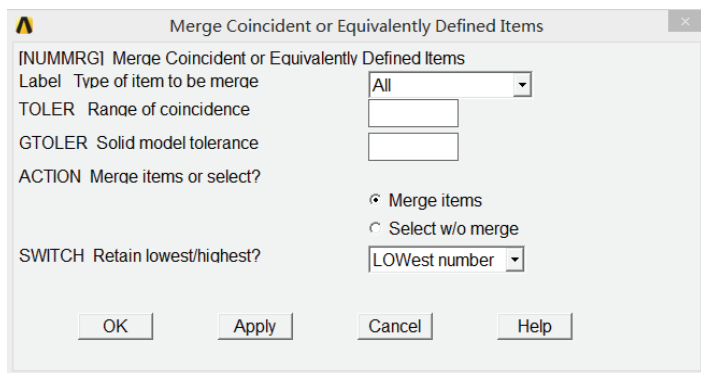

图 3-29 合并同位置实体对话框
6) 选择 Main Menu | Preprocessor | Numbering Ctrl | Merge Items 命令, 出现 Merge Coincident or Equivalently Defined Items 对话框, 在 Label Type of item to be merged 下拉选框中选择 All, 如图 3-29 所示, 单击 OK 按钮关闭该对话框。